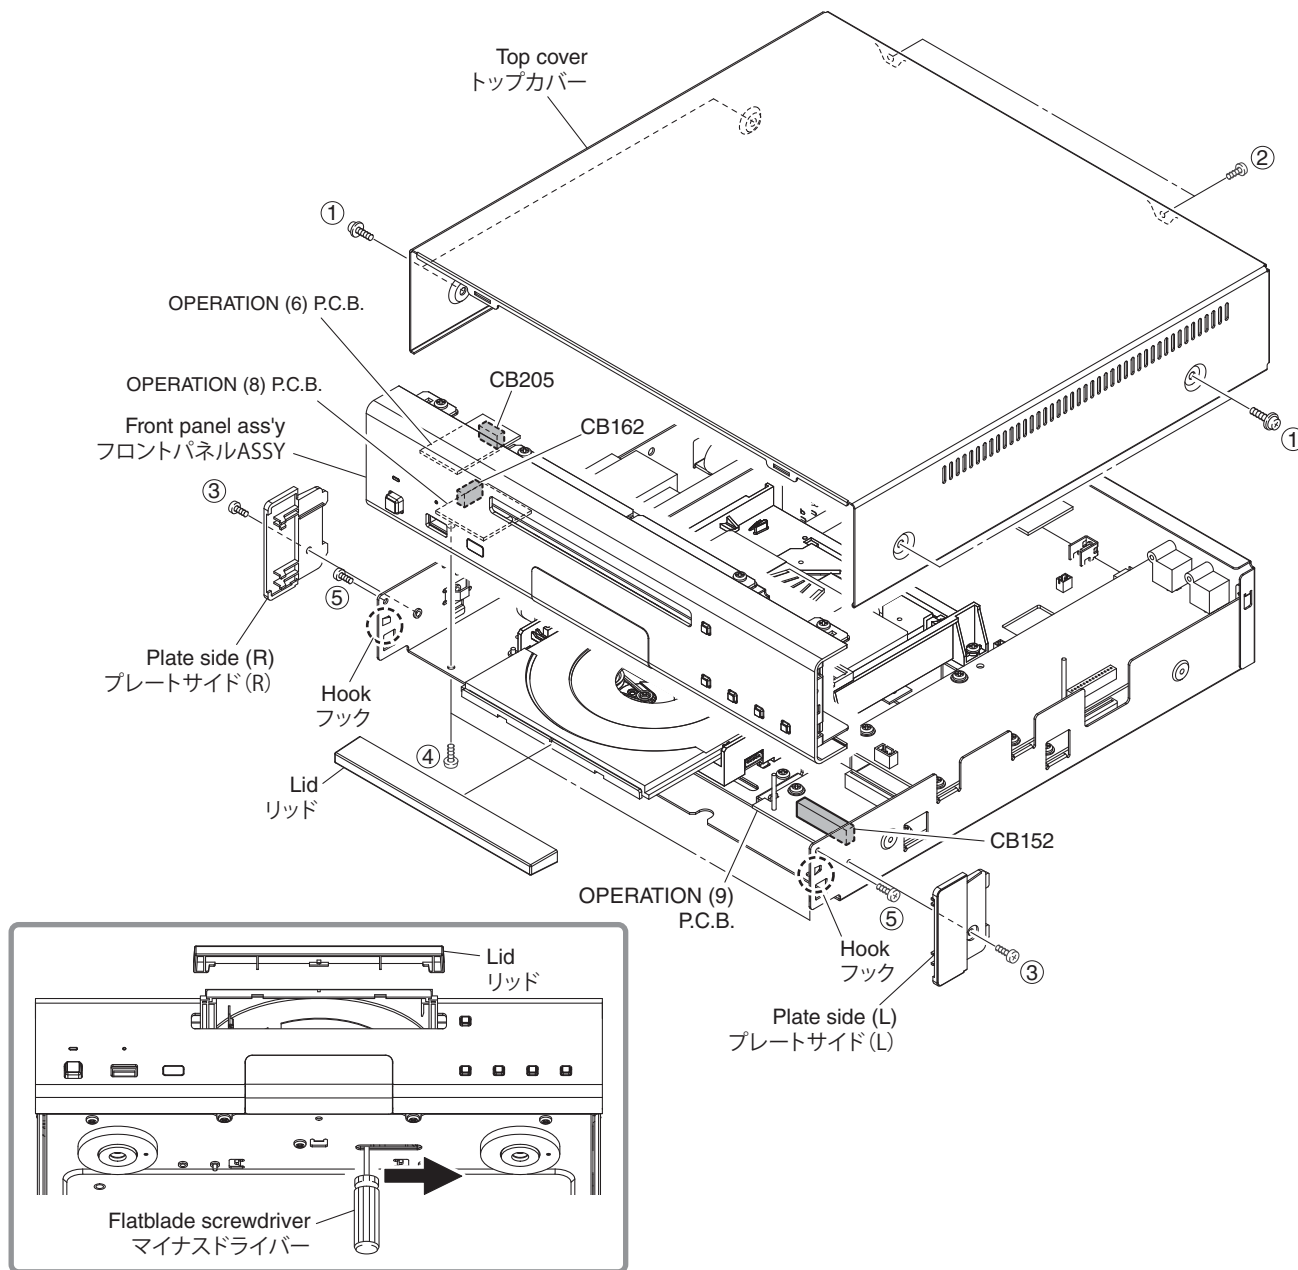
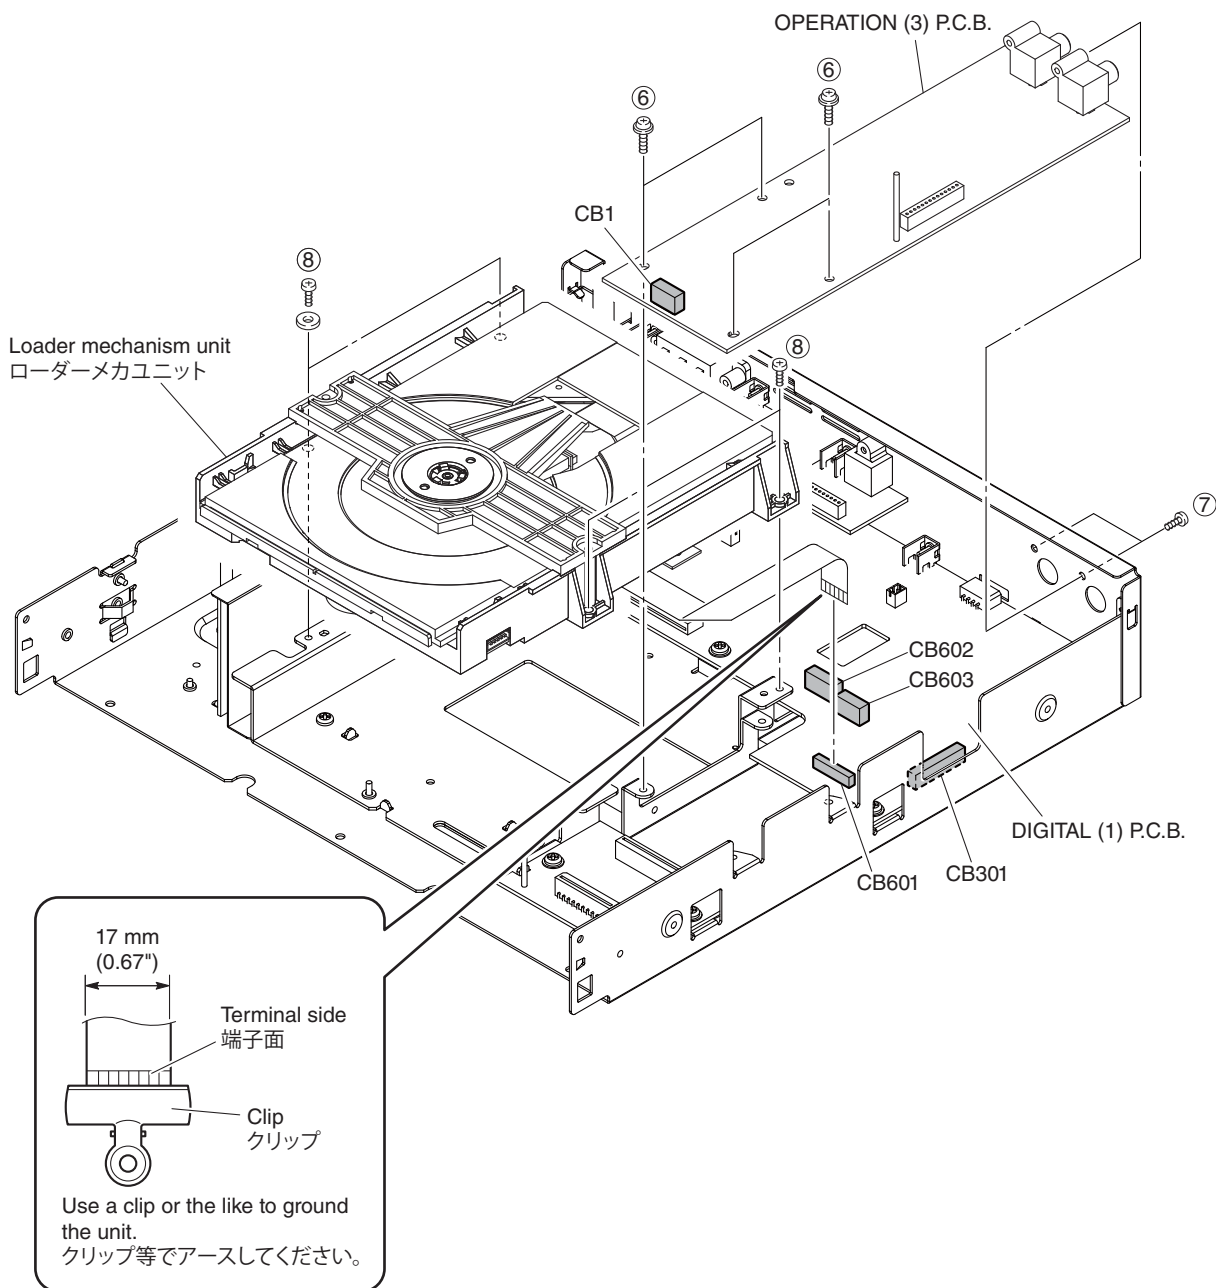

Fig. 1
Fig. 2
- Remove 4 screws (①) and 2 screws (②). (Fig. 1)
- Remove the top cover. (Fig. 1)
- ①のネジ4本、②のネジ2本を外します。(Fig. 1)
- トップカバーを取り外します。(Fig. 1)
- Open the disc tray, remove the lid and close the disc tray. (Fig. 1)
- Remove 2 screws (③) and then remove the plate side (L and R). (Fig. 1)
- Remove 2 screws (④) and 2 screws (⑤). (Fig. 1)
- Remove CB152, CB162 and CB205. (Fig. 1)
- Release 2 hooks and then remove the front panel ass'y. (Fig. 1)
- ディスクトレイを開けてリッドを取り外し、ディスクトレイを閉じます。(Fig. 1)
- ③のネジ2本を外し、プレートサイド (L、R) を取り外します。(Fig. 1)
- ④のネジ2本、⑤のネジ2本を外します。(Fig. 1)
- CB152、CB162、CB205を外します。(Fig. 1)
- フック2箇所を外し、フロントパネル ASSY を取り外します。(Fig. 1)
3. Removal of OPERATION (3) P.C.B.
- Remove 4 screws (⑥) and 2 screws (⑦). (Fig. 2)
- Remove CB1. (Fig. 2)
- Pull up the OPERATION (3) P.C.B.. (Fig. 2)
- Remove CB301. (Fig. 2)
- Remove 4 screws (⑧). (Fig. 2)
- Remove CB602 and CB603. (Fig. 2)
- Remove CB601 and ground the terminal face of the flexible flat cable with a clip or the like. (Fig. 2)
- Remove the loader mechanism unit. (Fig. 2)
2. OPERATION (3) P.C.B. の外し方
- ⑥のネジ 4 本、⑦のネジ 2 本を外します。(Fig. 2)
- CB1 を外します。(Fig. 2)
- OPERATION (3) P.C.B. を持ち上げます。(Fig. 2)
- CB301 を外します。(Fig. 2)
- ⑧のネジ 4 本を外します。(Fig. 2)
- CB602、CB603 を外します。(Fig. 2)